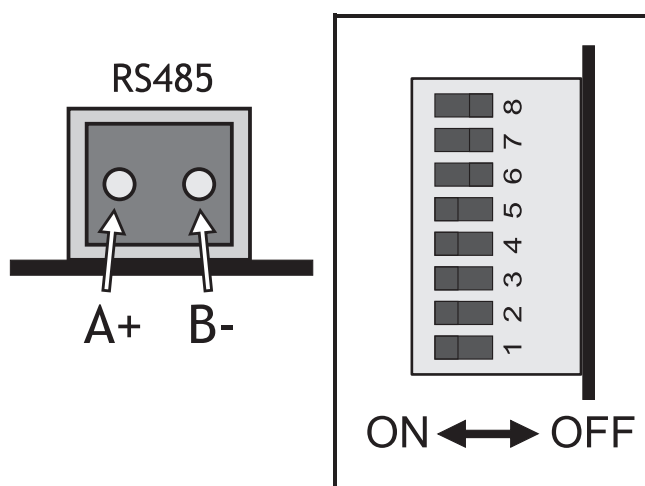

Fig. 2
- Verificare che i micro interruttori siano nella posizione in fig. 2; per l'impostazione del programma di funzionamento desiderato, si consulti la Tabella 2 nel Manuale di Programmazione ed Uso.